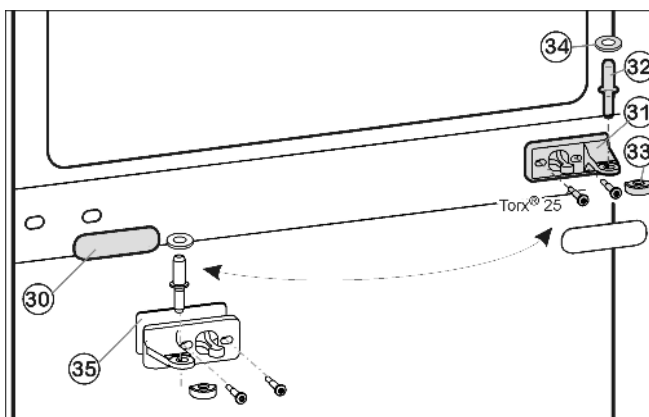
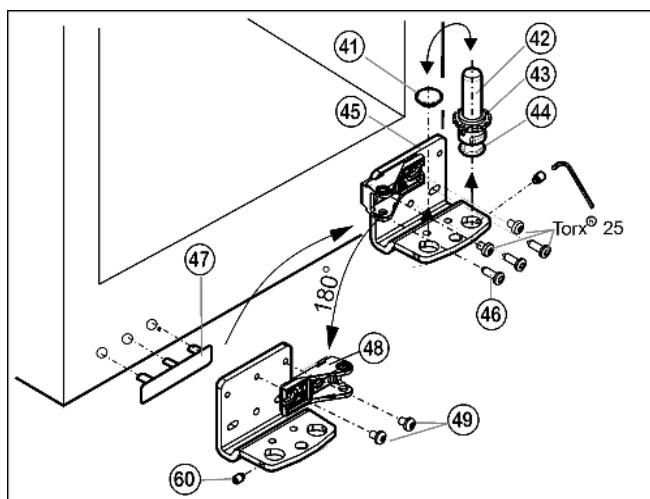

Fig. 11
Fig. 13
- ▶ Enlever le pivot central Fig. 11 (32) avec le disque Fig. 11 (34) du support d'appui et de la porte inférieure.
- ▶ Retirer le capuchon en plastique Fig. 11 (33).
- ▶ Dévisser le support d'appui du milieu Fig. 11 (31) (2 Torx® 25).
- ▶ Retirer avec précaution le panneau-cache Fig. 11 (30).
- ▶ Visser le support d'appui du milieu Fig. 11 (31) avec le support pivoté Fig. 11 (35) de 180° sur le nouveau côté charnière (avec 4 Nm).
- ▶ Encliqueter de nouveau le panneau-cache Fig. 11 (30) tourné à 180° sur le nouveau côté poignée.
- ▶ Dévisser la tige filetée Fig. 13 (60) avec la clé à six pans jointe d'env. 1 tour.
- ▶ Dévisser le pivot Fig. 13 (42) complètement avec le disque Fig. 13 (43) et le pied réglable Fig. 13 (44) par le haut.
- ▶ Enlever le bouchon Fig. 13 (41).
- ▶ Dévisser Fig. 13 (45) le support d'appui Fig. 13 (46).
- ▶ Dévisser complètement la tige filetée Fig. 13 (60) et la visser sur le côté opposé sur le support d'appui jusqu'à ce qu'elle soit à fleur du support d'appui.
- ▶ Dévisser l'élément pivotant Fig. 13 (48) et le revisser à l'intérieur tourné de 180°.
- ▶ Replacer le bouchon Fig. 13 (41) dans l'autre trou.
- ▶ Soulever le cache côté poignée Fig. 13 (47) avec précaution et le positionner sur le côté opposé.
- ▶ Revisser à fond le support d'appui Fig. 13 (45) sur le nouveau côté charnière en utilisant une visseuse sans fil si nécessaire, avec un couple de serrage de 4 Nm.
- ▶ Revisser entièrement le pivot Fig. 13 (42) avec le disque et le pied réglable.
- ▶ Serrer la tige filetée Fig. 13 (60).
- ▶ Placer la porte par le haut sur le pivot inférieur Fig. 13 (42).
- ▶ Remettre le capuchon en plastique Fig. 11 (33) sur le support d'appui central Fig. 11 (31).
- ▶ Placer le pivot du milieu Fig. 11 (32) sur le nouveau côté charnière à travers le support d'appui central Fig. 11 (31) dans la porte inférieure.
- ▶ Placer le disque Fig. 11 (34) sur le pivot du milieu Fig. 11 (32).
- ▶ Placer la porte supérieure sur le pivot du milieu Fig. 11 (32).
- ▶ Aligner éventuellement les portes à la carrosserie grâce aux deux trous longitudinaux dans le support d'appui inférieur Fig. 13 (45) et le support d'appui central Fig. 11 (31). Pour cela, dévisser la vis centrale du support d'appui inférieur Fig. 13 (45).